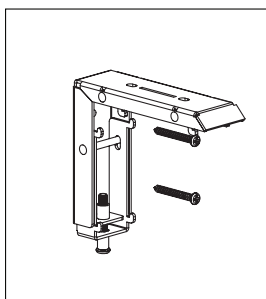
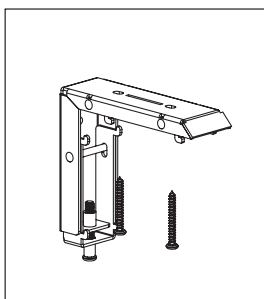

Bild 2
Bild 3
1. **Om bärande montering ska ske i träkonstruktion:**Använd bifogade skruvar 5x40 mm och skruva in dem i det bärande underlaget genom vinkelfästenas monteringshål så som bild 2 eller bild 3 visar.